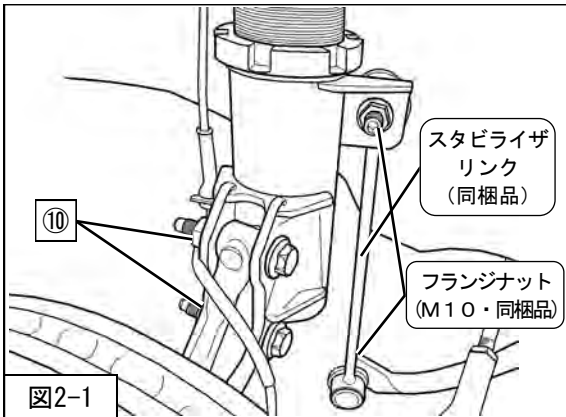

図2-1
⑩フロントサスペンションASSYロア取付ボルト・ナット (締付トルク：75N・m) を車両に取付けてください。(図2-1)
- 2. フランジナット (M10・同梱品) (締付トルク：60N・m) を使用し、スタビライザリンク (同梱品) を取付けてください。(図2-1)